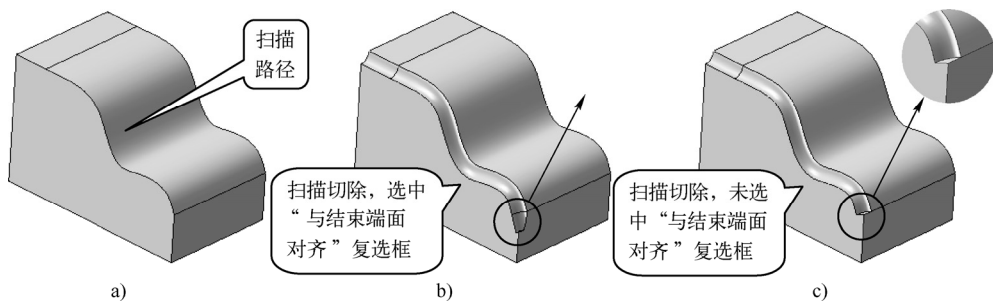

图 3-42 “与结束端面对齐”复选框的作用
- 与结束端面对齐：选中此复选框，可令扫描轮廓延伸或缩短，以与扫描端点处的面相匹配。此选项在进行扫描切除时，效果较明显，如图 3-42 所示。